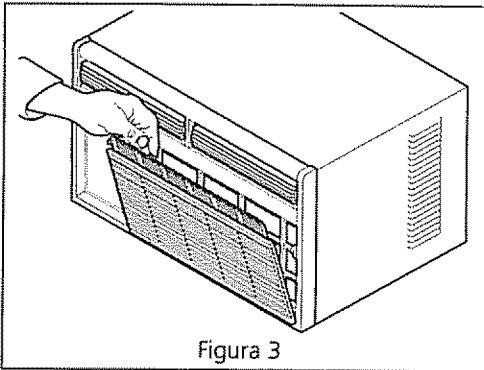

Figura 3
- Cuando el filtro o la pestaña del filtro sean visibles en la parte delantera del aparato, tome el filtro ubicado detrás del panel delantero y jale. O bien, jale hacia usted con cuidado la parte superior del panel delantero, inclinándola para alejarla de la caja. Jale el filtro hacia arriba sujetando las pestañas del marco del filtro (Figura 3)